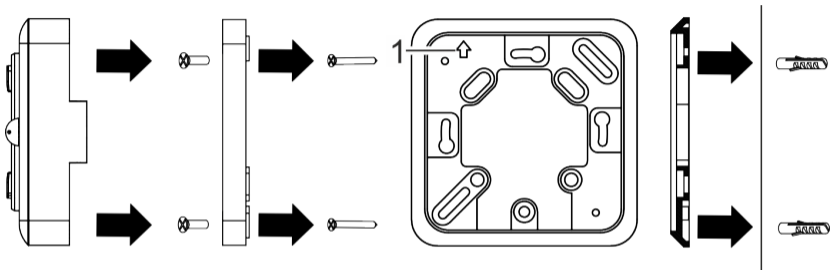

Fig. 5: Montaje sobre roseta empotrada y en superficie
1. Monte la placa de montaje sobre la roseta empotrada con tornillos (3,5 x 25 mm) (Fig. 5).
La flecha (Fig. 5/1) situada sobre la placa de montaje tiene que apuntar hacia arriba.
- Monte el fondo de la carcasa del aparato sobre la placa de montaje con los tornillos (3 x 6 mm) (Fig. 5).
4. Fije el fondo de la carcasa a los tacos de la pared con los tornillos (3,5 x 25 mm) (Fig. 5).